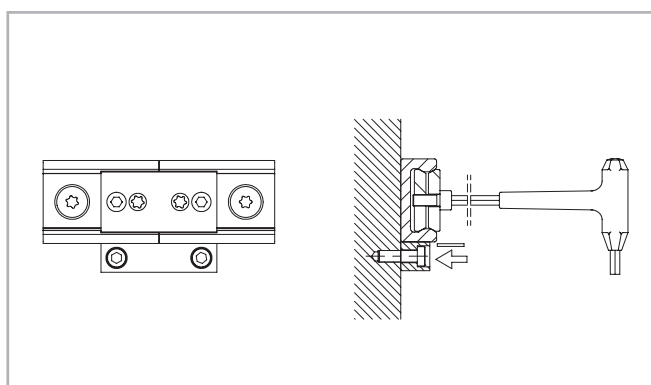
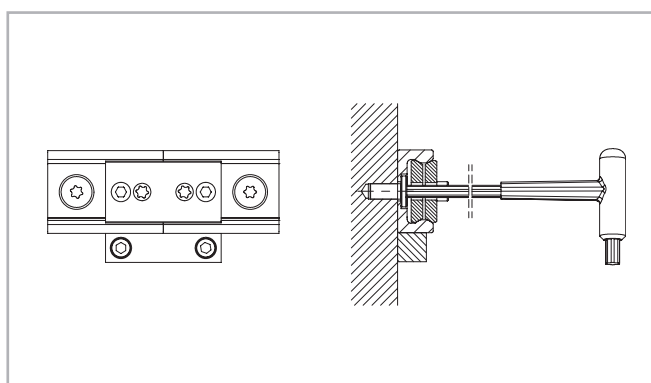

Рис. 82
Рис. 83
- (4) Убедитесь, что направляющие плотно прилегают к монтажной поверхности, при необходимости используйте жесткие прокладки, чтобы устранить зазор (рис. 82).
- (5) Чрезвычайно важно, чтобы на участке стыковки сегментов направляющие были жёстко прикреплены к несущей конструкции! В случае их неплотного прилегания, после взаимной приводки, непосредственно к несущей поверхности их обязательно следует прикрепить к этой поверхности через жёсткие прокладки!
- (6) Затяните стыковочные винты, через предусмотренные в соединительном устройстве отверстия (рис. 83).
- (7) Если остальные крепёжные отверстия, с зенковкой типа "V" - затяните оставшиеся крепёжные винты номинальным усилием затяжки поочерёдно, начиная со стыка и перемещаясь по направлению к серединам сегментов. Если же остальные крепёжные отверстия, с цилиндрической зенковкой - то в процессе затяжки винтов следует принимать дополнительные меры по точному выставлению всех участков сегмента, приводившиеся в разделе "монтаж направляющей" применительно к направляющим с цилиндрической зенковкой отверстий;
- (8) Удалите с участка стыковки соединительное устройство.